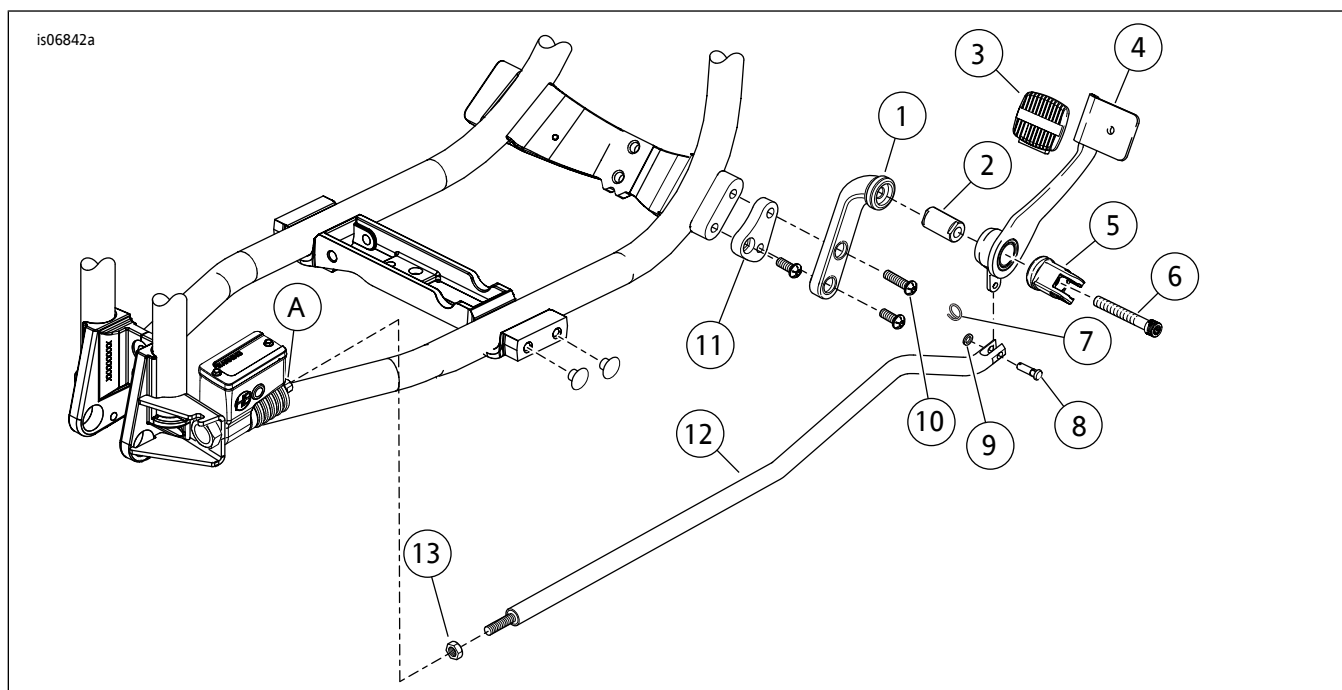

图5. 维修零件: 减距前部控制件套件
2. 参见图5。松开后刹车主缸上的刹车连杆防松螺母( 13 )。